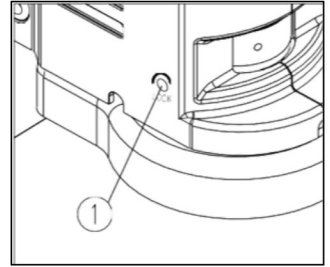

Fig. 9
- Gire el anillo de ajuste del zoom (1) hasta llegar al aumento máximo. Observe la imagen de salida, si no se ve nítido, gire el mando de enfoque (2) para obtener una imagen nítida
- Gire el anillo de ajuste del zoom al mínimo aumento. Sigue girando hasta que la imagen esté clara y nítida. (Ver Fig.9)
Si desea observar con un aumento fijo a largo plazo, apriete y fije el tornillo de bloqueo de aumento (1) con la llave hexagonal interna M4 (longitud lateral de 3 mm). (Ver Fig. 9)